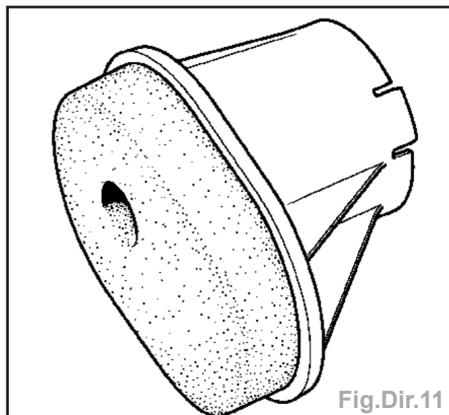

Fig.Dir.11
- ne pas reposer la cloche (14) si on ne remplace pas la colonne de direction.
- Déclipper le joint de tablier à l'aide d'un tournevis (Fig.Dir.11).